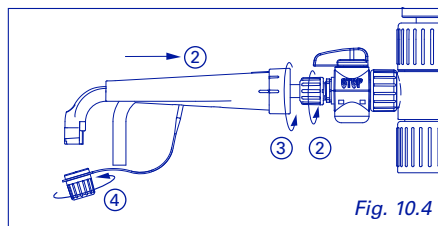

Fig. 10.4
- 3 Ausstossskanüle einfügen (Abb. 10.4)